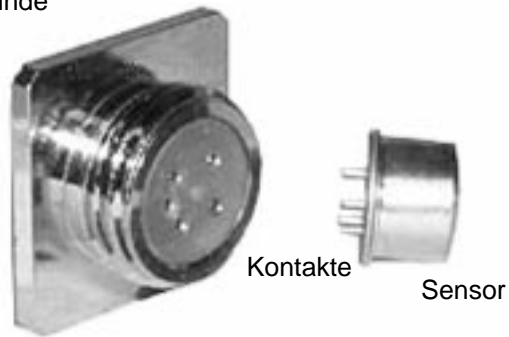

FIG 8
4. Halten Sie das Gerät mit der Vorderseite zu sich hin. Sie sehen dann den Anschluß des Sensors mit seiner Buchse und Gewinde am Ende des Instruments. Es gibt fünf Löcher, die den fünf Kontakten des Sensors entsprechen, drei links und zwei rechts. (Siehe Fig. 8)